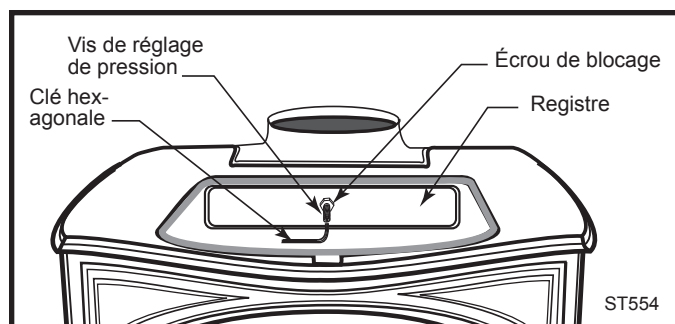

Fig. 43 Réglez le registre à la clé hexagonale.
1. Déposez la plaque chauffante. Desserrez l'écrou de blocage au centre du registre. (Fig. 43)